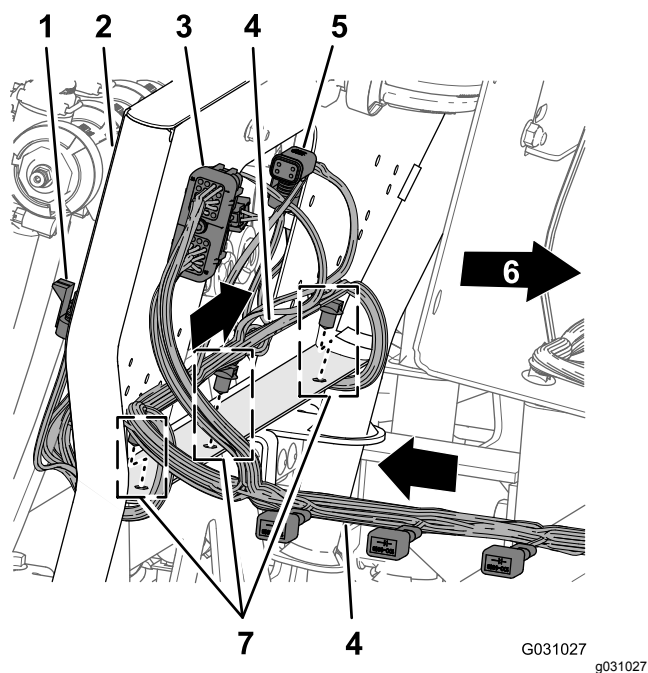

Figura 107
1. Encaminhe a secção com 218,4 cm da cablagem pela traseira da montagem das 10 válvulas com os 10 conectores para as válvulas do bico para trás e por baixo das válvulas (Figura 107).
2. Insira os três fixadores de pressão da secção com 218,4 cm da cablagem nos orifícios na flange inferior da montagem da válvula 10 (Figura 107).